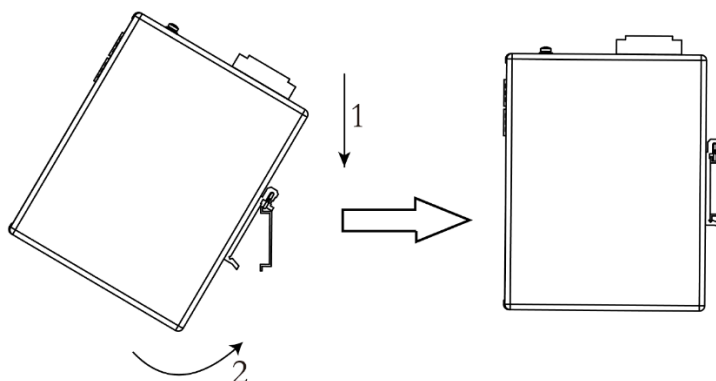

Рисунок 1 Установка устройства на DIN - рейку
2. Вставить верхнюю кромку DIN-рейки в монтажную рейку устройства (стрелка 1, рис. 1) и прижать коммутатор к DIN-рейке до щелчка (стрелка 2, рис.1).